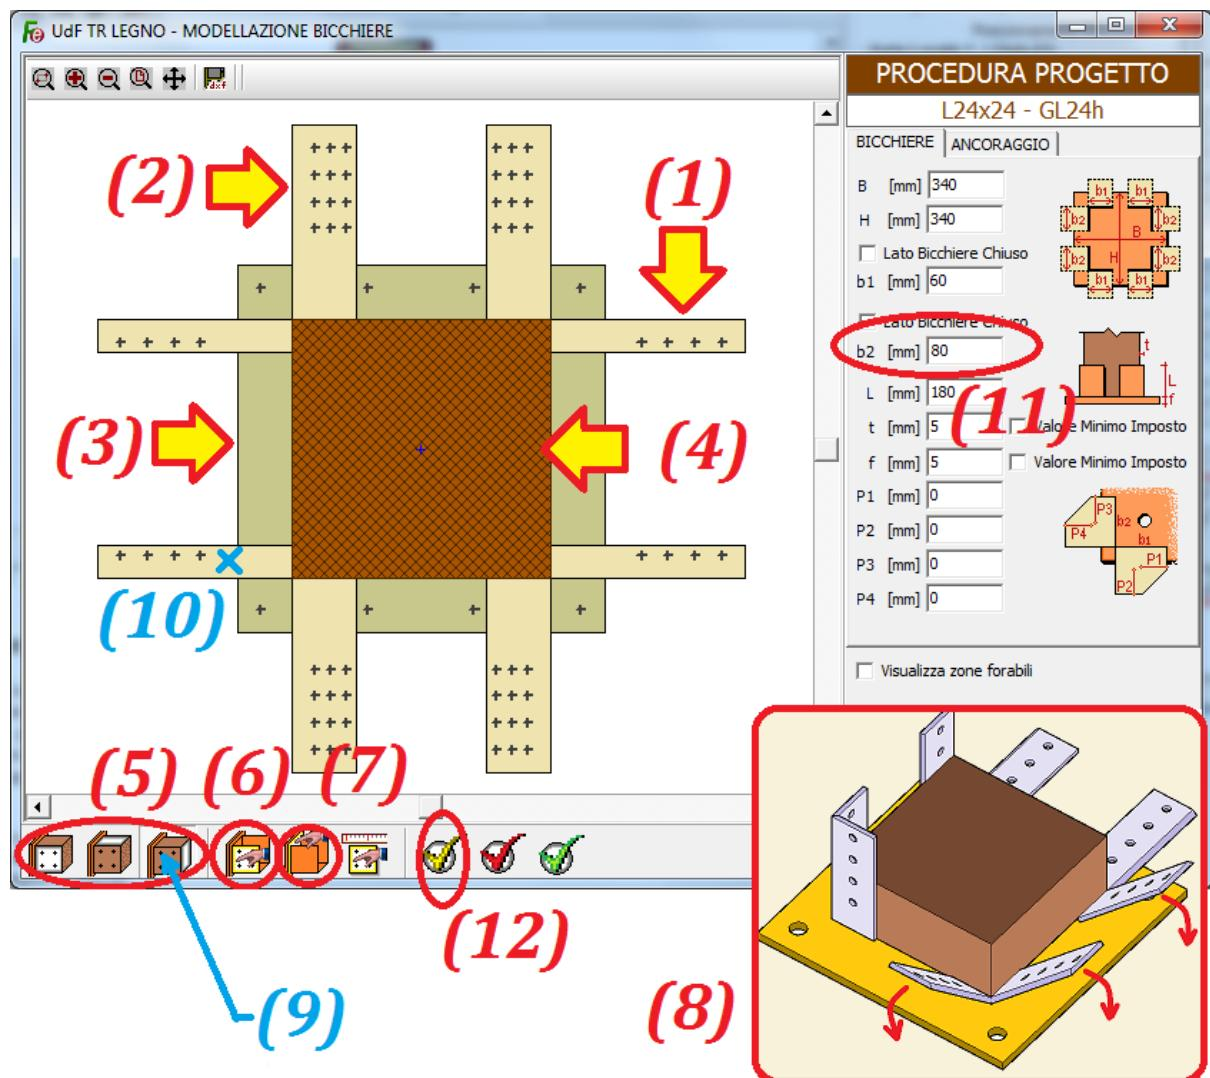

Figura 58
Con riferimento alla figura 58, il collegamento in esame è composto da una piastra di base in acciaio (3), da quattro alette disposte sul lato verticale della sezione trasversale dell’asta in legno (1) e da altre quattro alette disposte sul lato orizzontale della sezione trasversale dell’asta in legno (2). Tutte le alette sono saldate alla piastra di base.